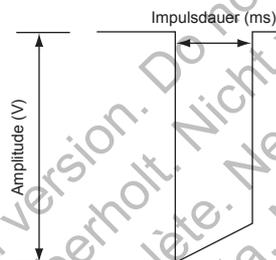

Abbildung 2-6. Impulsform
- Die an das Herz abgegebene Energie ist direkt proportional zur Impulsdauer; eine Verdopplung der Impulsdauer verdoppelt die abgegebene Energie. Daher kann die Programmierung einer geringeren Impulsdauer bei Beachtung einer angemessenen Sicherheitsmarge die Funktionsdauer der Batterie verlängern. Achten Sie bei der Programmierung permanenter Impulsdauer-Werte unter 0,3 ms darauf, einen Stimulationsverlust (Loss of Capture) zu vermeiden (Abbildung 2-6 auf Seite 2-17).
Die Impulsamplitude, oder die Spannung des Stimulationsimpulses, wird an der Anstiegsflanke des Stimulationsimpulses gemessen (Abbildung 2-6 auf Seite 2-17).